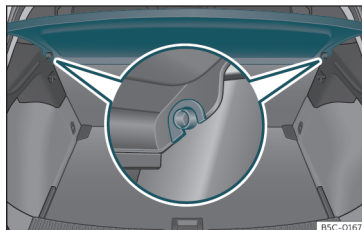

Fig. 115 En el maletero: desmontar y montar la bandeja.
- Desencaje la bandeja de los soportes laterales >>> **fig. 115** tirando de ella hacia arriba y extraiga la bandeja.
- Introduzca la bandeja horizontalmente haciendo coincidir la "herradura" sobre el eje de los soportes >>> **fig. 115**, y presione hacia abajo hasta que encastre.